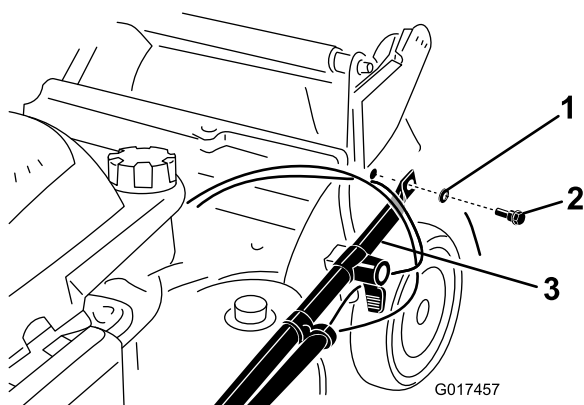

Figure 3
2. Fixez les extrémités du guidon au carter de la machine avec 2 rondelles et 2 boulons (Figure 3), **mais ne serrez pas les boulons.**
Important: Acheminez les câbles à l'extérieur du guidon (Figure 3).